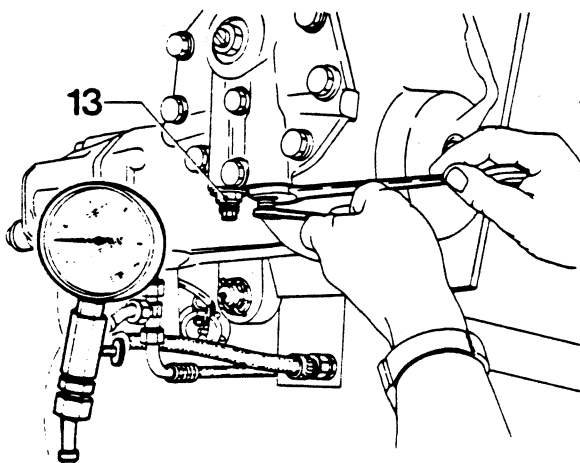

Fig. 3
- Draai borgmoer 13 los (Fig. 3).